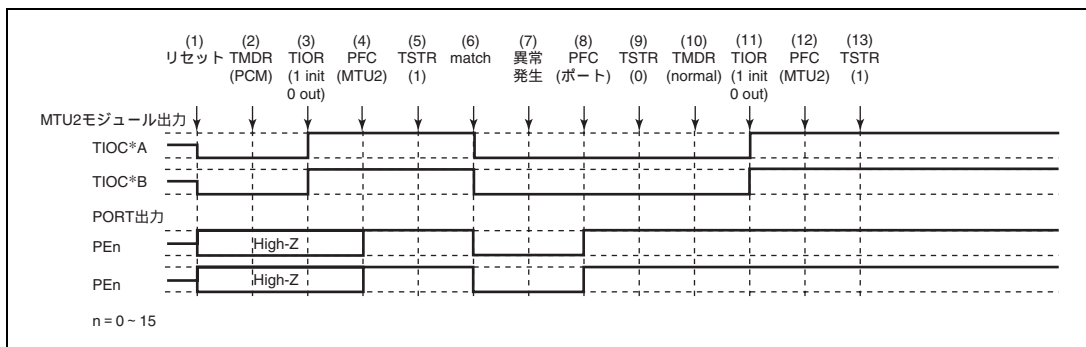

図 12.155 位相計数モードで異常が発生し、ノーマルモードで復帰する場合
位相計数モードで異常が発生し、再設定後ノーマルモードで再スタートする場合の説明図を図 12.155 に示します。
(1) ~ (9) は図 12.155 と共通です。
(10) PWM モード 1 を設定します。
(11) TIOR で端子を初期化してください (PWM モード 1 では TIOC*B 側は初期化されません)。
(12) PFC で MTU2 出力としてください。
(13) TSTR で再スタートします。
(19) 位相計数モードで動作中に異常が発生し、PWM モード 2 で再スタートする場合の動作
(10) PWM モード 2 を設定します。
(11) TIOR で端子を初期化してください (PWM モード 2 では周期レジスタの端子は初期化されません)。
(20) 位相計数モードで動作中に異常が発生し、位相計数モードで再スタートする場合の動作
(10) 位相計数モードで再スタートする場合には必要ありません。
(11) TIOR で端子を初期化してください。
(21) 相補 PWM モードで動作中に異常が発生し、ノーマルモードで再スタートする場合の動作